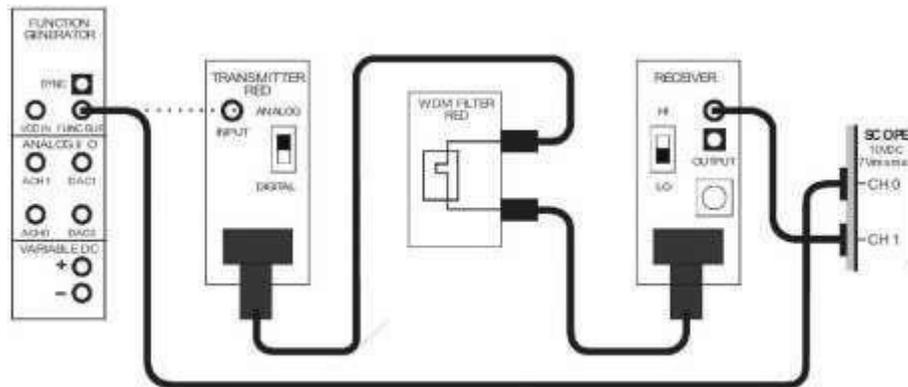

Figura 3
9. Regresar la conexión al módulo WDM filtro rojo, y la salida del filtro conectarla al receptor seleccionado, (Figura 3).